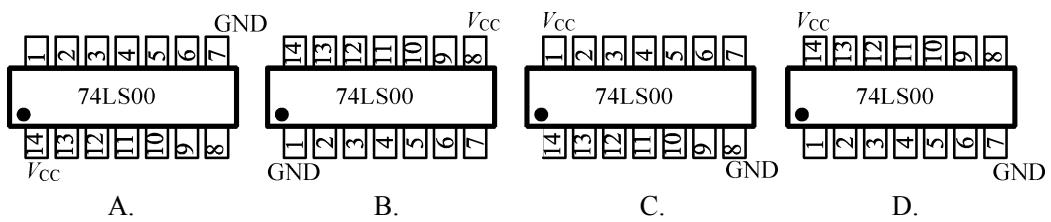

图 1-8
39. 如图 1-8 所示，双列直插式数字集成电路管脚标注正确的是（ ）。